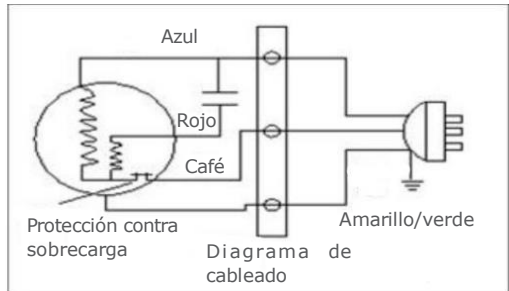
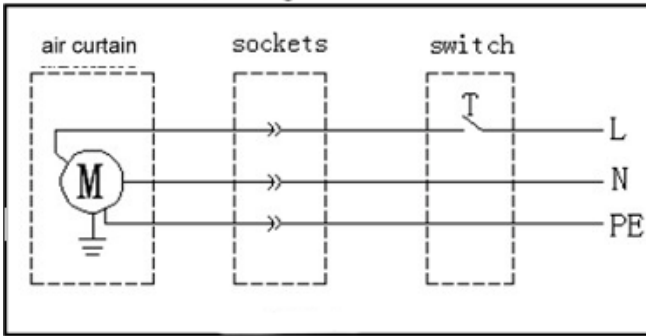

Imagen 6
Imagen 7
1. Circuito de control de cortina de aire de una sola velocidad (Imagen 6); La instalación de la válvula de conexión de brida se muestra en el diagrama (Imagen 7). Se controla mediante un interruptor externo; si se conecta el mando externo, se logrará una velocidad continua.